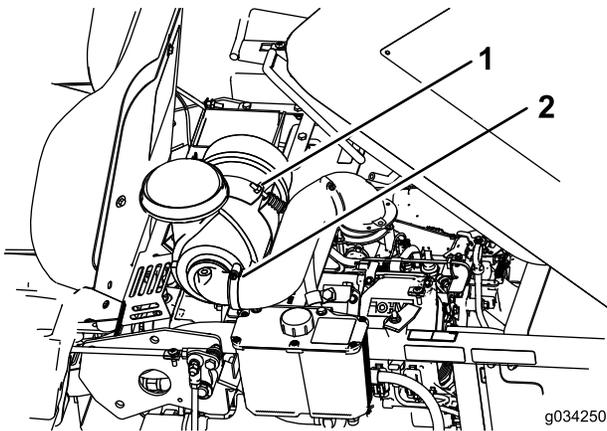

Figura 31
4. Allentate il bullone che fissa il filtro dell'aria (Figura 31).
5. Allentate la fascetta stringitubo che fissa il flessibile e togliete il filtro dell'aria (Figura 31).